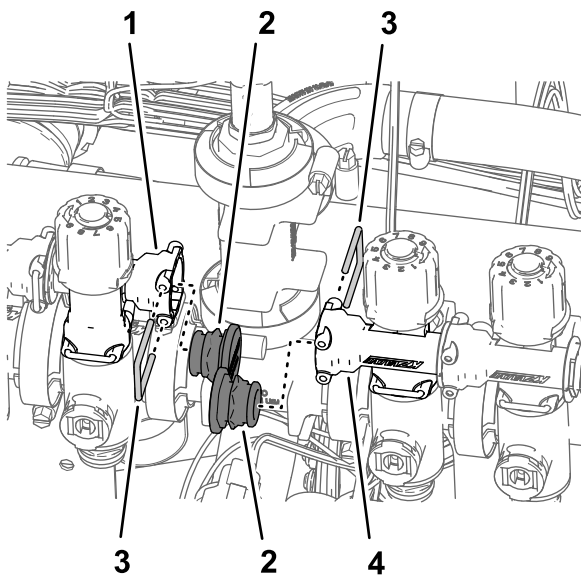

Figura 98
- Retire las horquillas de retención que sujetan los tapones en los conectores de los acoplamientos rápidos de las válvulas de boquilla 5 y 6, y retire los tapones (Figura 98).